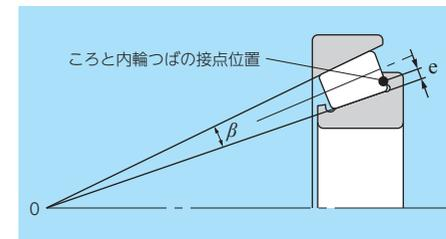

図 10.1  $\beta$  および  $e$
- $e$  : ころと内輪つばの接点位置 mm (図 10.1 参照)
- $\beta$  : ころ角度 ° (図 10.1 参照)